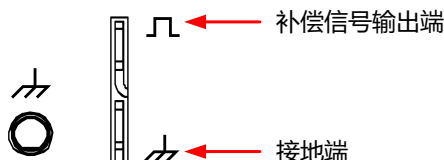

图 4.7 补偿信号
2. 将探头的接地鳄鱼夹连接至图 4.7 所示的“接地端”。
3. 使用探头连接示波器的通道 1 (CH1) 输入端和图 4.7 所示的“补偿信号输出端”。